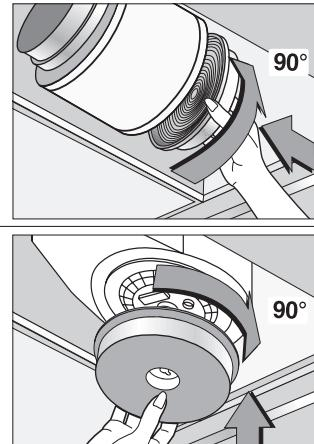

Fig.7
• Comandi: (fig.7) slider la simbologia è di seguito riportata: